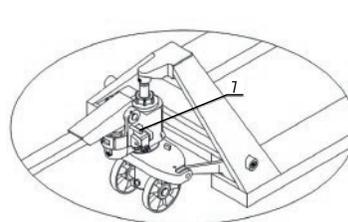

Figura 3
3.6 Observe figura 3, gire el manubrio a la posición nivelada, saque el pin 7 y guárdelo para cuando haga un reemplazo de manubrio